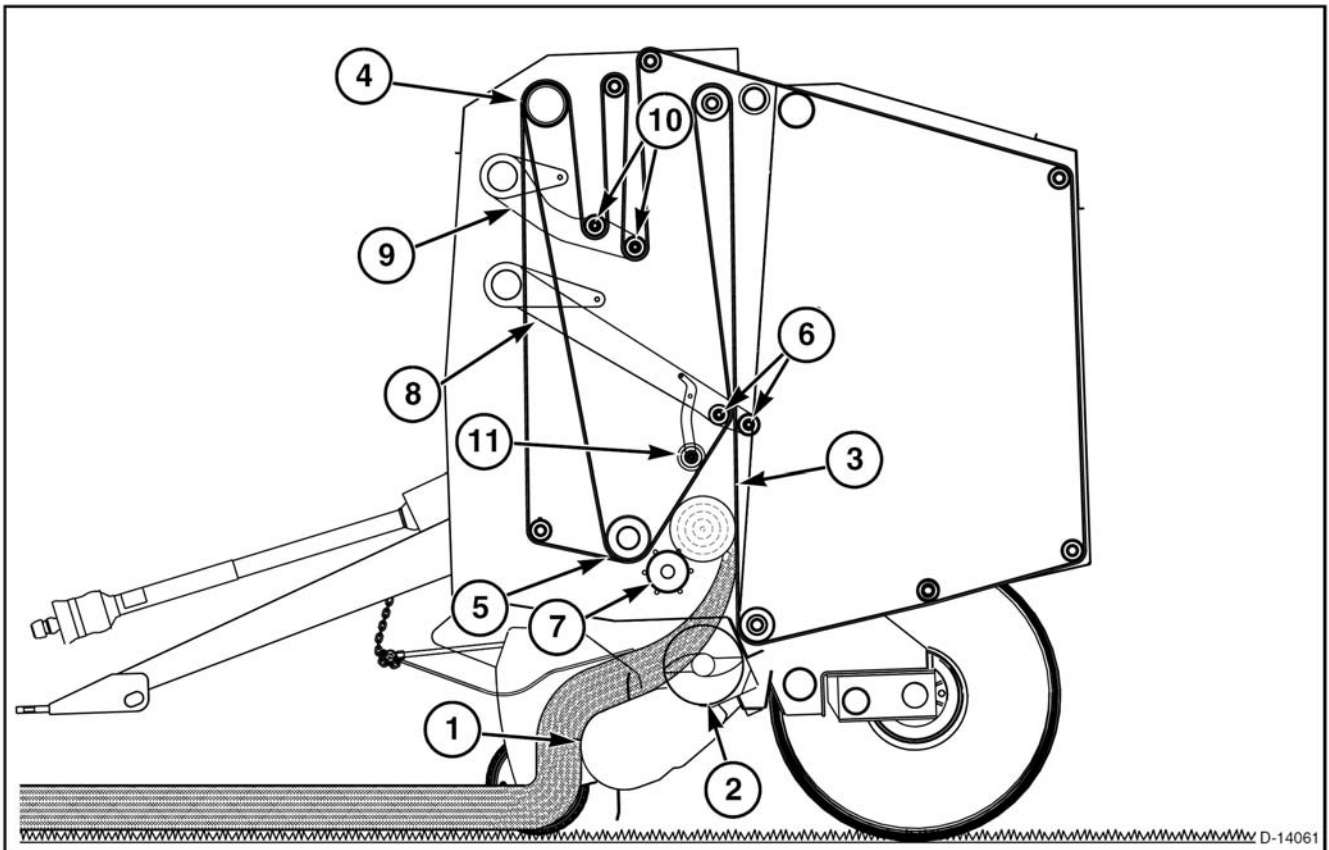

FIG. 22
Fig. 22: el cultivo hilerado es ingresado a la máquina por el conjunto del cabezal pickup (1). El cultivo es dirigido hacia la abertura de la cámara por los sinfines (2) derecho e izquierdo. El conjunto del embudidor suministra el cultivo sobre la parte inferior del canal abierto de la cámara de enrollar. En esta, el cultivo toma contacto con la superficie rugosa superior de las correas formadoras (3), que se desplazan hacia arriba. Las correas formadoras son conducidas por los rodillos de mando superior (4) e inferior (5). Las correas formadoras trasladan en cultivo hacia la parte superior de la cámara de inicio constituida por los rodillos de densidad del rollo delantero y trasero (6). El movimiento de las correas formadoras gira el cultivo hacia abajo, contra el rodillo iniciador (7). El núcleo del rollo se ha realizado y comienza su desarrollo.